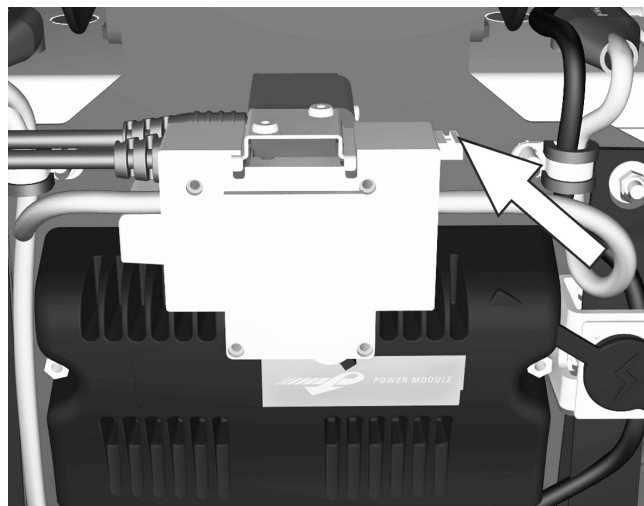

Abbildung 125. Halterung der Hauptsicherung.
6. Hauptsicherung lösen, indem man an dem kleinen Griff rechts an der Sicherung zieht. Siehe Abbildung. 125.
Am kleinen Griff rechts an der neuen Sicherung ziehen und am Fahrgestell platzieren. In korrekter Stellung befestigen, indem man den kleinen Griff loslässt. Siehe Abbildung.125.